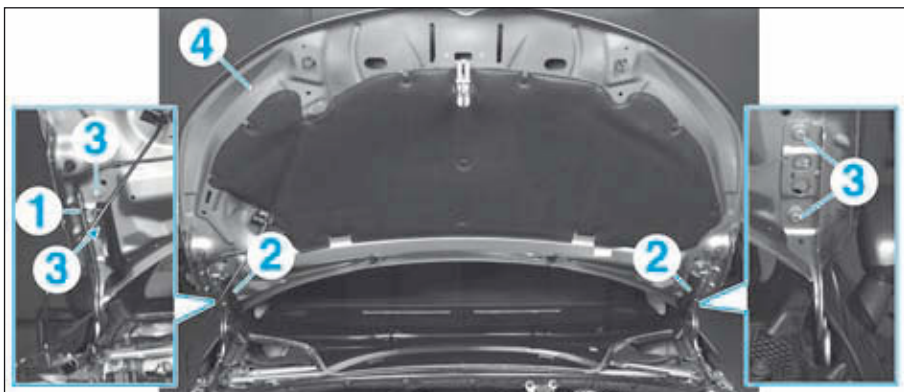

FIG.91
- Débrancher le raccord (1) du tuyau de lave-vitre (Fig.91).
- Déposer les garnitures (2).
- les vis (3) du capot sur les compas,
- le capot (4).